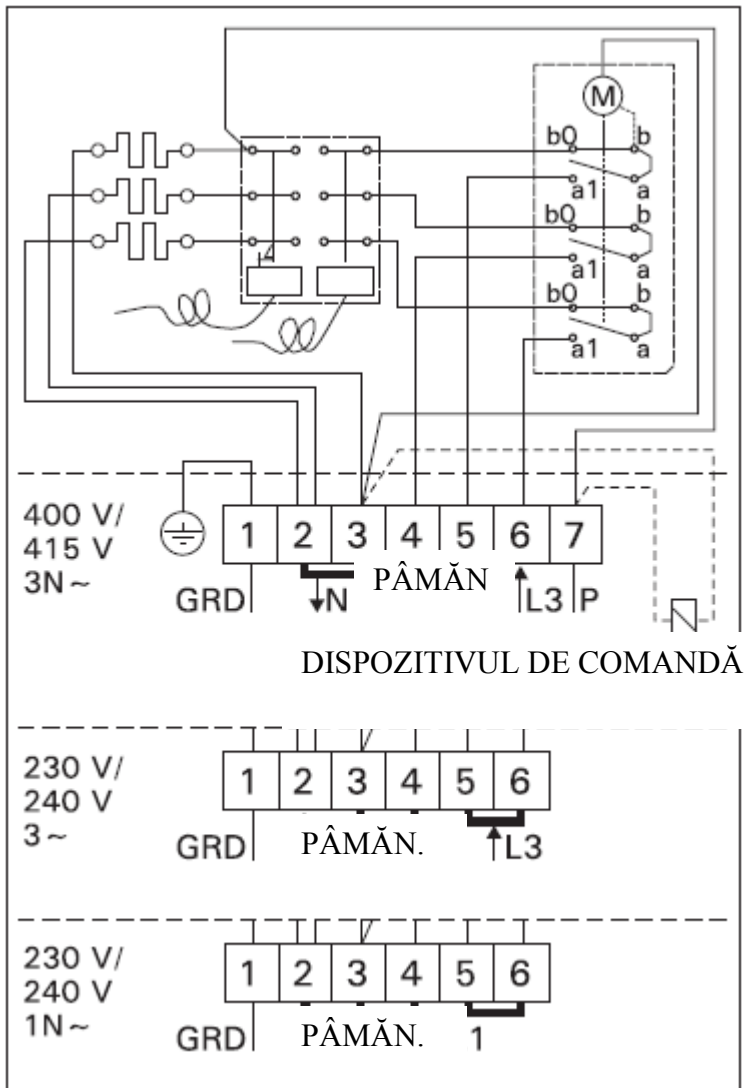

Figura 10. Conexiunile electrice a sobei BC
- Pe lângă conexiunile de alimentare, sobele BC sunt montate și cu conexiuni electrice (P) ce fac posibil comanda electrică (figura 10). Reglarea tensiunii se transmite în starea pornită a sobei. Cablul de alimentare a dispozitivului de comandă intră direct în cutia de distribuție a sobei, iar de acolo împreună cu cablul de alimentare a sobei la întrerupător.